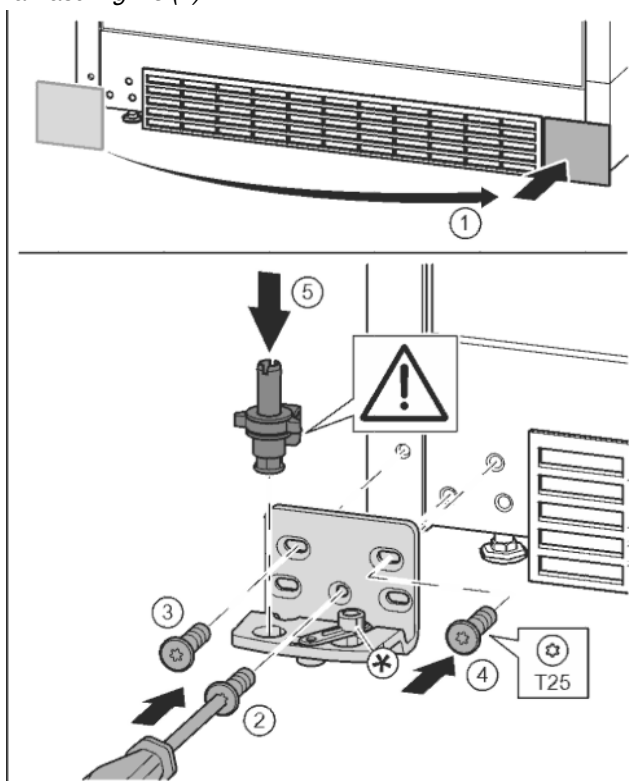

Fig. 16
- ▶ Zdjąć osłonę i założyć z drugiej strony. Fig. 16 (1)
- ▶ Płytkę zawiasu założyć z drugiej strony i przykręcić przy pomocy śrubokręta T25. Rozpocząć śruby 2 dolnej umieszczonej na środku. Fig. 16 (2)
- ▶ Dokręcić śruby 3 i 4. Fig. 16 (3, 4)
- ▶ Założyć cały sworzeń płytki zawiasu. Przy tym zwrócić uwagę, by krzywka zatrzaskowa wskazywała do tyłu. Fig. 16 (5)